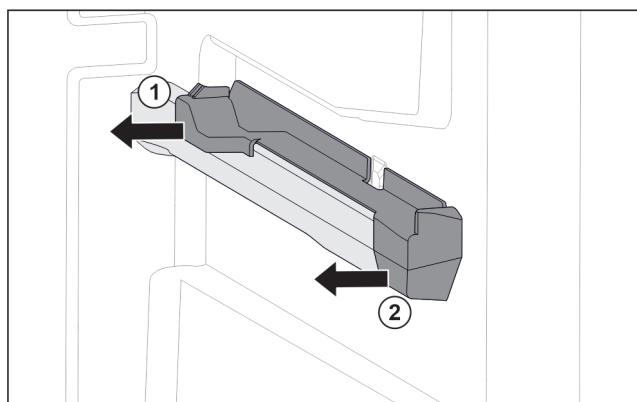

Fig. 75 Наставка върху дясното ребро на съда
► Изтеглете наставката отзад настрани. *Fig. 75 (1)*
► Изтеглете наставката отпред настрани. *Fig. 75 (2)*